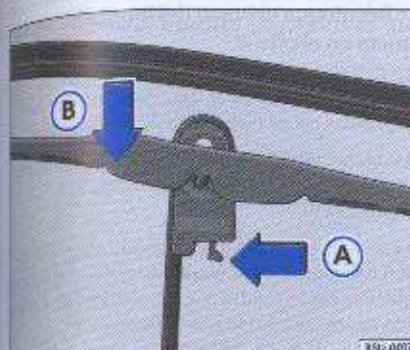

Fig. 115 Aletas del limpiaparabrisas
- Apriete la traba de seguridad ⇒ fig. 115 en el sentido de la flecha.
- Desencaje la aleta en el sentido de la flecha ⑥ y retirela del brazo del limpiador, en la dirección contraria.
- Inserte una escobilla nueva con la misma longitud y de la misma versión en el brazo del limpiaparabrisas, de manera inversa a la remoción, hasta oír el "clic" de encaje del resorte de seguridad en el respectivo brazo ⇒ ①.